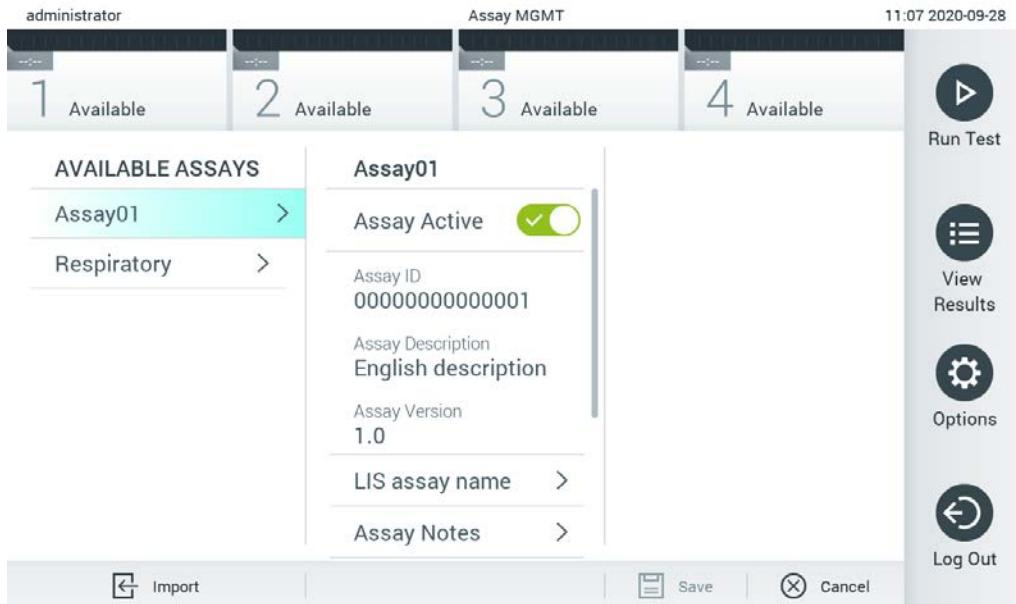

Рис. 67. Активированение тест-системы.
7. Для активации тест-системы необходимо выбрать пункт «Assay Active» (Тест-система активна) (рис. 67).